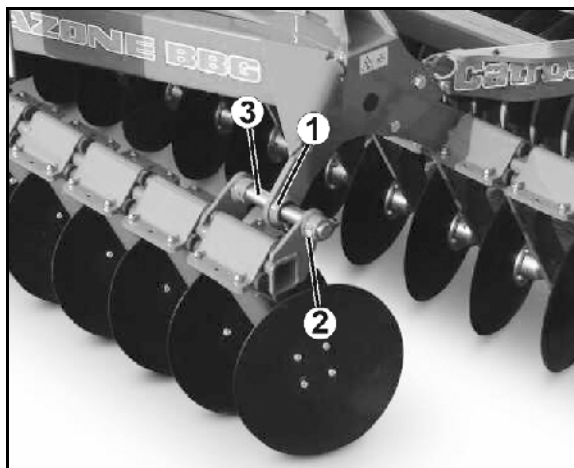

Рис. 53
Для замены подвижной опорной штанги (Рис. 53/1) поставьте разложенный агрегат так, чтобы не было нагрузки на подвижную опорную штангу.
1. Ослабьте резьбовое соединение (Рис. 53/2) смещающегося вала (Рис. 53/3).